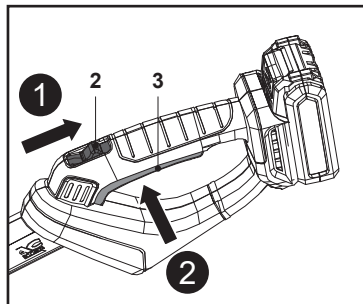

Fig. 26
1. Vérifier que la lame du taille-haie (17) ou la chaîne de l'élagueuse (20) ne touche aucun objet. Retirer le protège-lame (16) ou le cache du guide-chaîne (18) de la lame du taille-haie (17) ou de la chaîne (20) avant d'allumer le produit.
2. Tenir le produit avec une main sur le manche antidérapant (7a) de la perche arrière (7) et l'autre main sur la poignée arrière (1). Ne pas démarrer le produit en le tenant d'une seule main.
3. Tirer le bouton de déverrouillage (2) vers l'arrière et le maintenir dans cette position (Fig. 26, étape 1).
4. Appuyer sur l'interrupteur Marche/Arrêt (3) pour mettre le produit sous tension (Fig. 26, étape 2). Relâcher ensuite le bouton de déverrouillage (2).
5. Relâcher l'interrupteur Marche/Arrêt (3) pour mettre le produit hors tension.